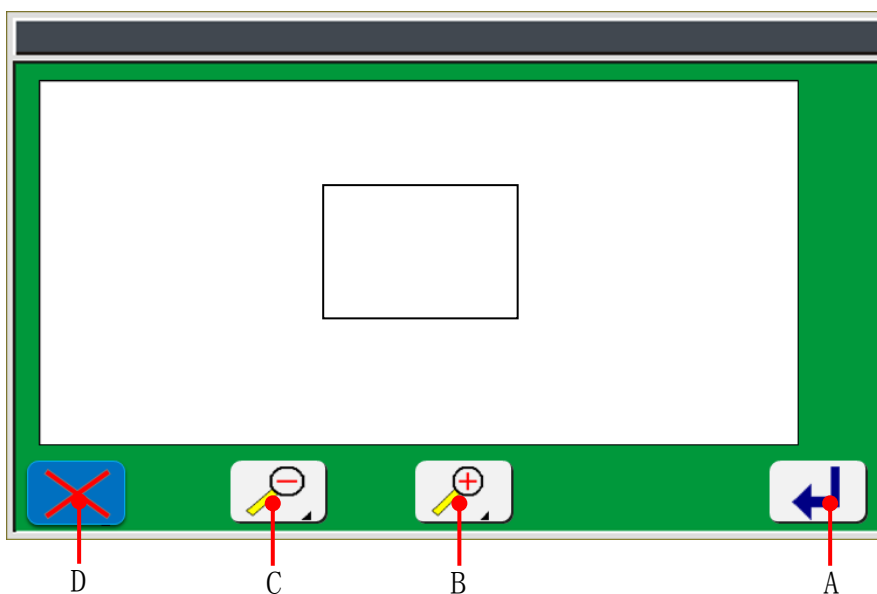

图 10-5 花型预览界面
(4) 选择区段移动方式： 空移修改、 直线修改。
(5) 触摸方向键移动区段到合适的位置。
(6) 在段编辑过程中可以触摸  按键，调整中压脚抬起或者压下。触摸  按键可以自由升降压框。
(7) 触摸  按键，生成线迹并进入花型预览界面(如图 10-5)，对修改后的花型进行缩放预览。
(8) 保存花型，触摸  将区段修改后的图形保存。
(9) 如果不想保存，可省去第九步，直接按  键放弃此次操作，返回到花型修改界面。
(3) 触摸方向键以区段起始点为中心，旋转区段的结束点，旋转区段到合适的位置。
(4) 在旋转过程中可以触摸  按键，调整中压脚抬起或者压下。
(5) 触摸  按键，生成线迹并进入花型预览界面(如图 10-5)，对修改后的花型进行缩放预览。
(6) 保存花型
(4) 触摸  按键，进入花型预览界面(如图 10-5)，对修改后的花型进行缩放预览。
(5) 保存花型
(3) 触摸  按键，进入花型预览界面(如图 10-5)，对修改后的花型进行缩放预览。
(4) 保存花型：